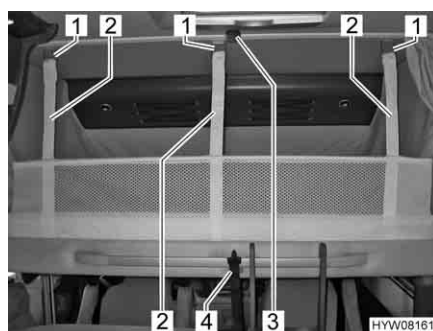

Fig. 87 Rete protettiva (montata)
- Staccare la cintura di ritegno (Fig. 87,4).
- Staccare le cinture di ritegno (Fig. 87,2) e sistemare la rete protettiva sotto il materasso.
- Assicurarne il letto basculante al soffitto (Fig. 87,3) mediante la cintura di ritegno (Fig. 87,4).
Fissaggio: ■ Agganciare le cinture di ritegno (Fig. 87,2) ai ganci (Fig. 87,1) del soffitto.